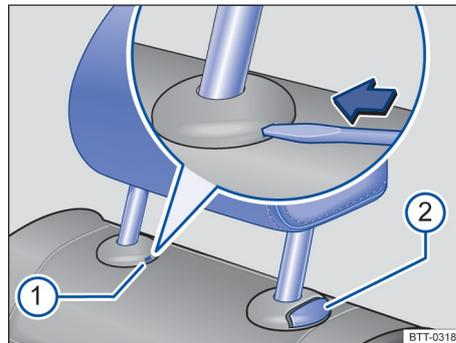

Рисунок 58. Подголовник заднего сиденья: снятие
- Вставьте биту ключа или отвертки в прорезь → Рисунок 58 ①.
- Нажмите одновременно кнопку → Рисунок 58 ② и полностью выдвиньте подголовник.
- Нажмите и удерживайте кнопку → Рисунок 58 ② при опускании подголовника.